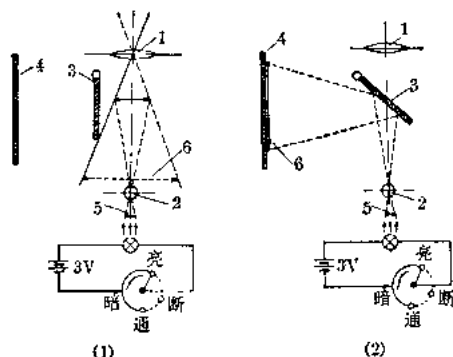

图1-9
如图 1-9 所示。图中: (1)为用目镜观察; (2)为用屏幕显示。
按图 1-9 使用。镜头与标本之间的距离,通过旋动旋钮,使载物台上下升降,进行调节。像的明暗,通过转动光源开关,进行调节。